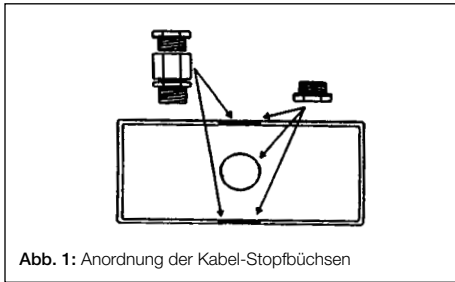

Abb. 1: Anordnung der Kabel-Stopfbüchsen
**ACHTUNG! Wird biegsames Kabel verwendet, so sind an den Ausdrückern der Reglerdose geeignete Stopfbüchsen mit integrierten Kabelklemmen anzubringen. Siehe Abb. 1.**
6. Kabeleinlasslöcher in den Kunststoff- und Metall-dosen herstellen, indem die entsprechenden Ausdrücker entfernt werden (siehe Abb. 1).